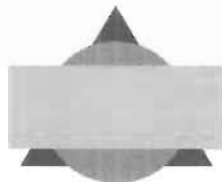

图 4-26
(2) 单击“前置”按钮 , 然后鼠标单击矩形将其选中, 接着按 Enter 键确认选中, 即可将矩形显示在最前面, 如图 4-26 所示。